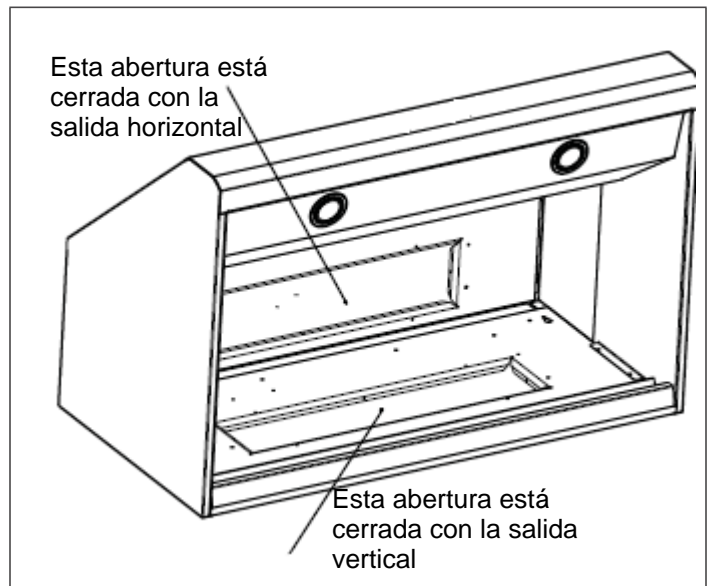

Figura 2: Modelos de campanas de pared Pro de 24 y 27 pulgadas
Al expedir la campana, está configurada para una salida vertical. Para obtener una salida horizontal, desplace la placa de la salida en la parte superior de la campana, como se muestra en la Figura 2. Cuatro tornillos sujetan la placa en su sitio.
2. Alinee los agujeros de montaje del racor con los agujeros de montaje de la brida de ½ pulg. (13 mm) situada en la parte superior o trasera de la campana, según la orientación de la salida (vea la Figura 2 en la página 5).